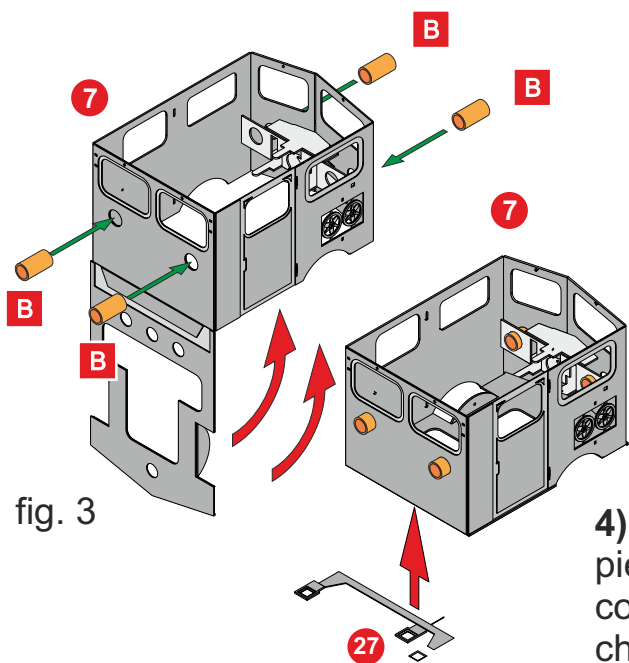

fig. 3
3) Chiudere la cassa come mostrato in fig 3. Preparare 4 spezzoni di tubicino in rame da 2mm [B] di diametro con lunghezza 4 mm lavorandoli con la lima nella parte anteriore. Questo al fine di ottenere una leggera conicità simulante la cornice anteriore dei fari. Inserire i tubicini nei quattro fori indicati dalle frecce verdi. il tubicino dovrà essere lasciato sporgente 1mm dalla parte esterna della cassa. Saldare infine la parte 27 nello scasso inferiore della cassa n°7, avendo accortezza di spianare a filo la saldatura con una limetta.